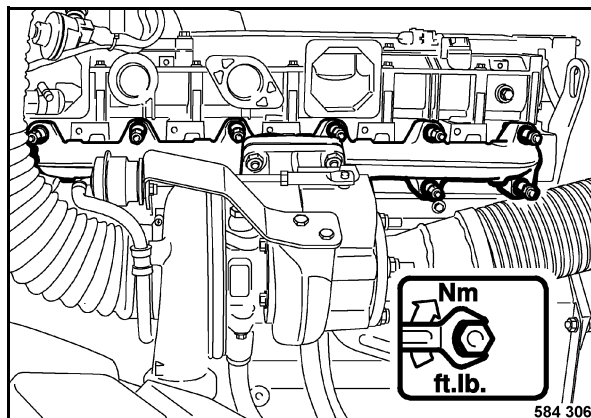

Fig. 187
- Reapretar las fijaciones del tubo de aspiración y de escape (Fig. 187) en las culatas.